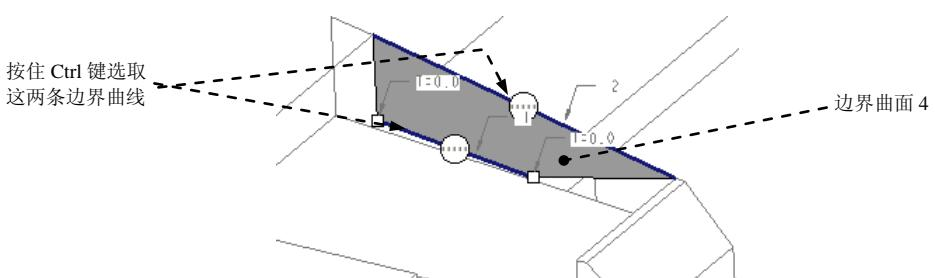

图 20.22 定义边界曲面 4
(1) 按住 Ctrl 键，选取合并面组 4 和边界曲面 3。
(2) 单击 **分型面** 操控板中 **编辑 ▾** 区域的 **合并** 按钮，此时系统弹出“合并”操控板。
(3) 在操控板中单击 **选项** 按钮，在“选项”界面中选中 相交 单选项。
(4) 在“合并”操控板中单击 按钮。
Step14. 创建图 20.22 所示的边界曲面 4。
(1) 单击 **模型** 功能选项卡中的 **切口和曲面 ▾** 按钮，在系统弹出的菜单中依次单击 **曲面 ▾** **边界混合**，系统弹出“边界混合”操控板。
(2) 定义边界曲线。按住 Ctrl 键，依次选取图 20.22 所示的两条边界曲线。
(3) 在操控板中单击 按钮，完成边界曲面 4 的创建。